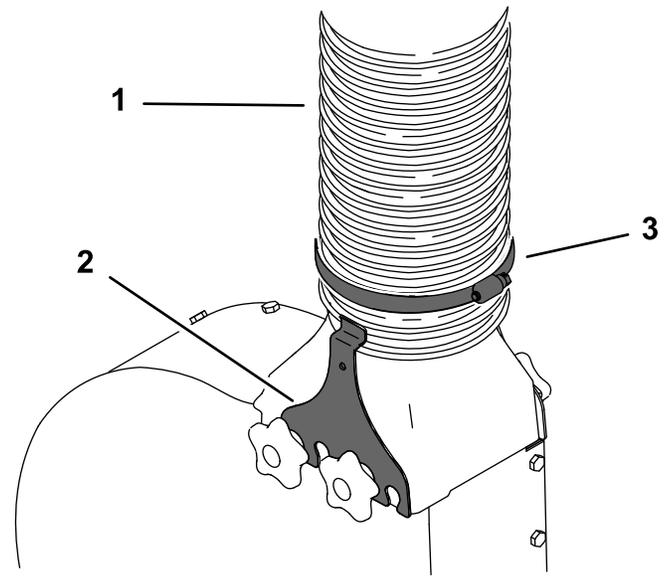

Figura 20
2. Fissate l'altra estremità del tubo al gruppo soffiatore utilizzando la fascetta stringitubo e 2 morsetti del soffiatore (Figura 20).